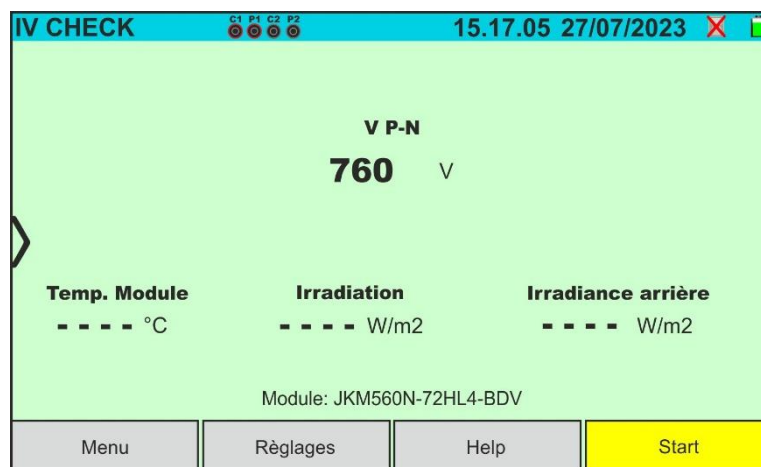

Fig. 58: Écran initial test IVCK sans unité distante sur modules Bifacial
5. Dans le cas de modules **Biface**, l'écran de la Fig. 58 est présent à l'écran. Les paramètres suivants sont affichés :